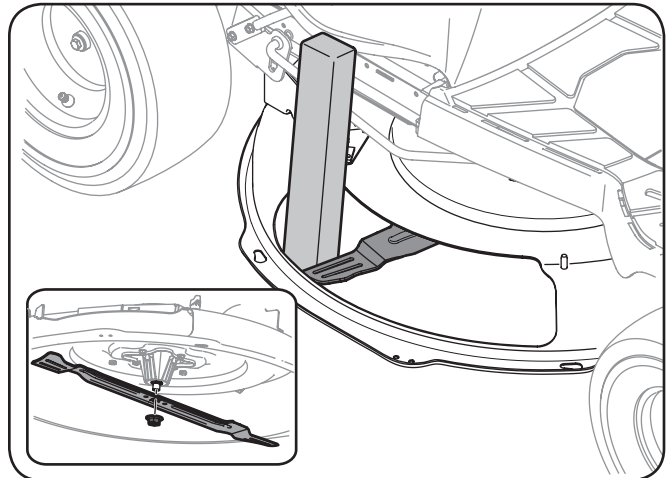

Figura 7-7
2. Use un bloque de madera o un 2 x 4, insértelo dentro de la abertura de la plataforma y haga girar la cuchilla hasta que la madera haga cuña entre la abertura de la plataforma y la cuchilla de corte, como se indica en la Figura 7-7.
3. Extraiga la tuerca de brida hexagonal que asegura la cuchilla al montaje del husillo. Vea el recuadro de la Figura 7-7.